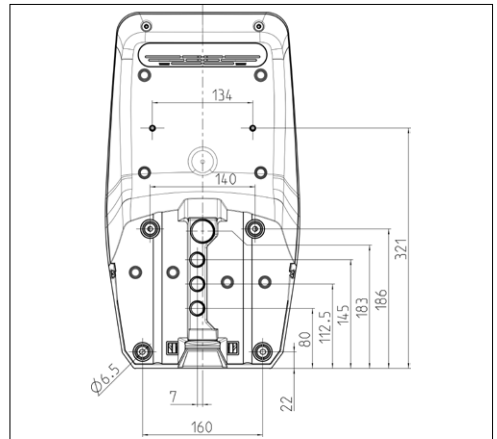

Fig.: 10. Bordimensjoner [mm]
- ▶ Merk festehullene ved hjelp av den vedlagte boremalen eller ved hjelp av bildet „Fig.: 10. Bordimensjoner“.